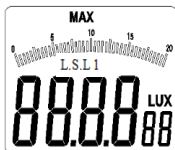

图 3-1-3
1. 短按“MAX/MIN/LS”键，LCD正上方显示“MAX”字样（如图3-1-3所示），进入最大最小值查询模式；